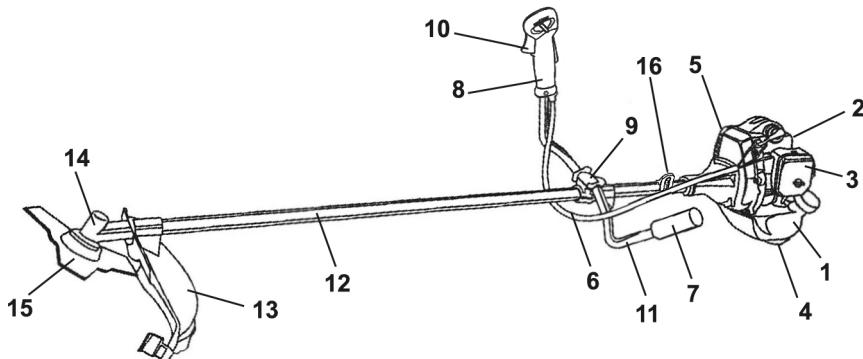

Рис.2. Расположение основных элементов бензотrimмера:
Основные элементы и части бензотrimмера представлены на рис. 2.
U-образная рукоятка (см. рис.2) состоит из двух частей: левой (7) и правой (8) ручек управления, которые прикреплены к штанге (12) с помощью соединительного кронштейна (9). Левая ручка служит для удержания бензотrimmера левой рукой, а правая ручка — для удержания правой рукой и управлением работой бензотrimmера.
Ремень крепится к штанге с помощью держателя (16) (рис.2). Согласно рис.5 наденьте ремень на шею и пристегните карабин за одно из отверстий в держателе (16) (см. рис.2).